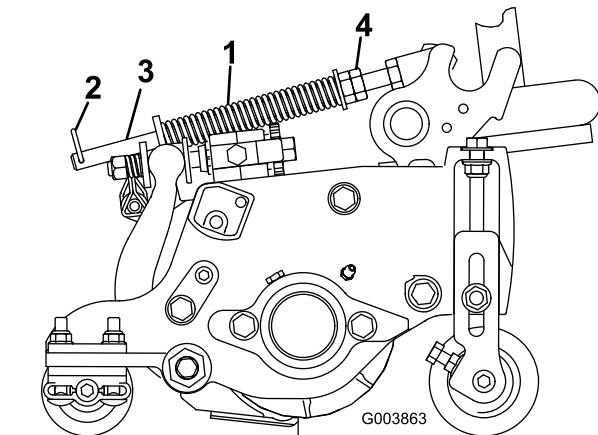

図 12
ターフ補正スプリング（図 12）は、前ローラから後ローラへと、カッティングユニットの体重移動を行います。（これによりユニットを安定させ、いわゆる「波打ったような」仕上がり（ボビングとかマーセリングといわれる現象）を防いでいます。
1. ヘアピン・コッターがスプリング・ロッドの後の穴に差し込まれていることを必ず確認しておいてください（図 12）。
2. スプリング・ロッド前部についている六角ナットを締めてスプリングを締め、スプリングの長さを、リールマスター 5210 と 5410 の 5 インチ・カッティングユニットでは 12.7 cm、5510 と 5610 の 7 インチ・カッティングユニットでは 15.9 cm に調整する（図 12）。